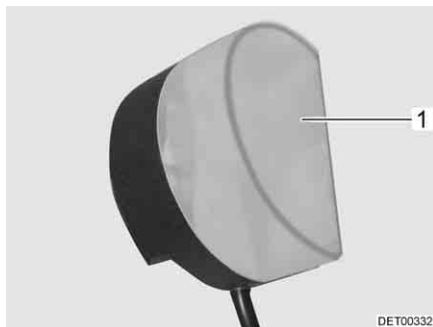

Fig. 241 Eclairage de la penderie
- Enfoncer légèrement le couvercle de la lampe (Fig. 241,1) et le retirer.